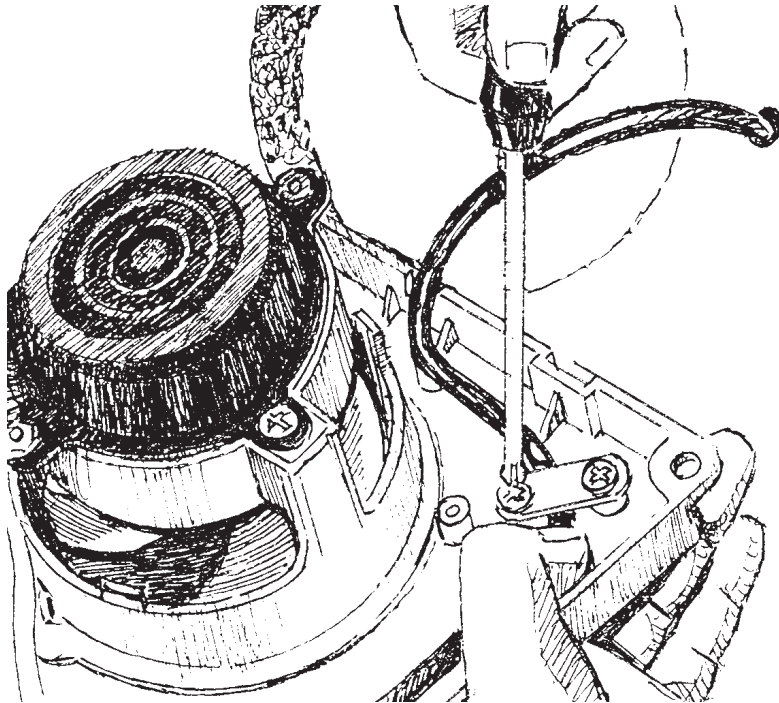

Abb. 13
5. Das Kabel mit der Druckleiste festzulegen (Abb. 13).